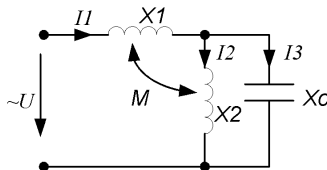

Рис. 3.66
2. Определить вид включения катушек (рис. 3.66) и значение X_M тока $I_3 = 0$, если $U = 10$ В; $X_1 = 2$ Ом; $X_2 = 1$ Ом; $X_C = 3$ Ом.